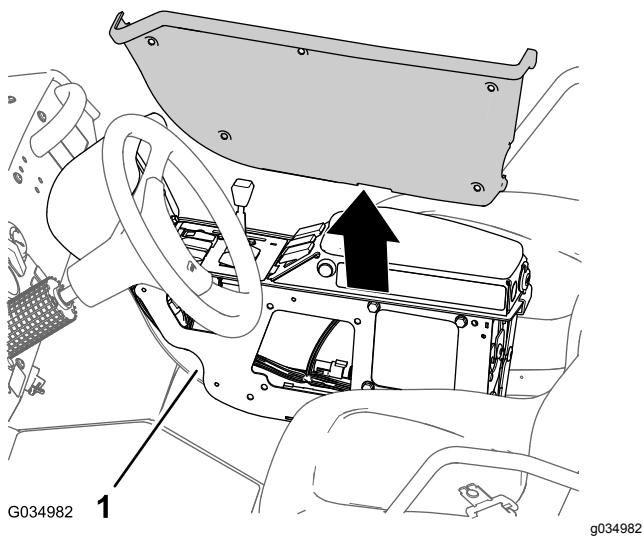

Bild 113
- Nehmen Sie die Abdeckung von der mittleren Konsole ab (Bild 113).